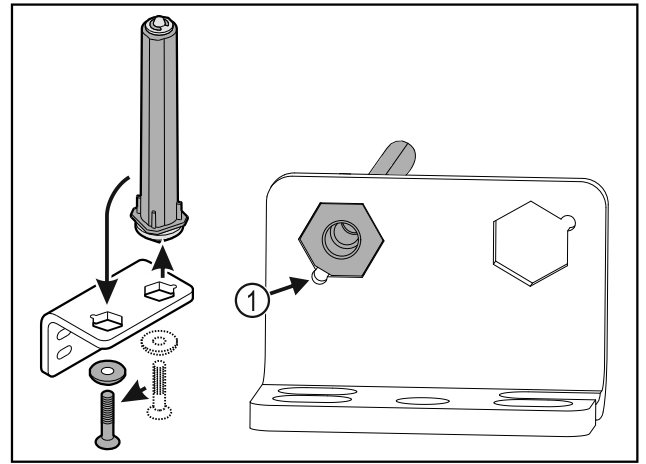

Fig. 26
- ▶ Darauf achten, dass beim Einsetzen die Bolzenabschrägung Fig. 26 (1) zum runden Loch zeigt.